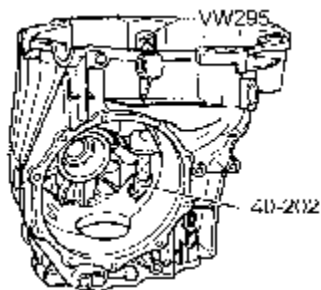
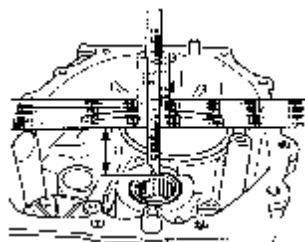
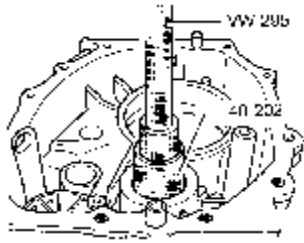

图 9-68 推出滚针轴承
图 9-69 滚针轴承的安装位置
图 9-70 压入滚针轴承
(1) 推出滚针轴承, 应使用专用工具, 如图 9-68 所示。滚针轴承的安装位置应保证由直尺底边至滚针轴承的上缘的距离 $a=39.5\text{mm}$, 如图 9-69 所示。压入滚针轴承应使用工具 VW295, 如图 9-70 所示。